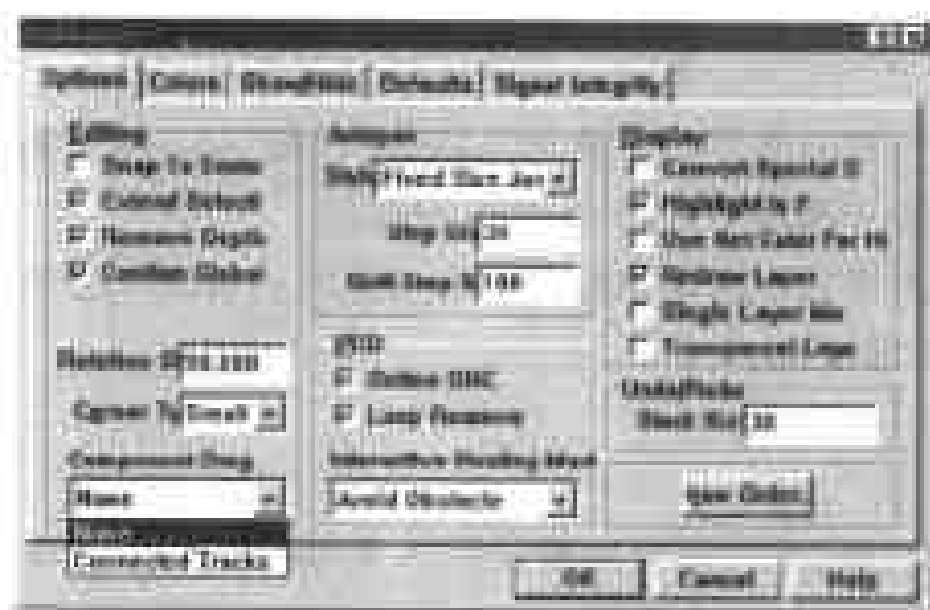

图 7-39 设置是否断开走线
- **Component 命令**——此命令的功能是移动元件,用户可以进行设置,来决定移动元件时与之相连的导线是否断开。选择 Tools > Preferences,弹出如图 7-39 所示的对话框。